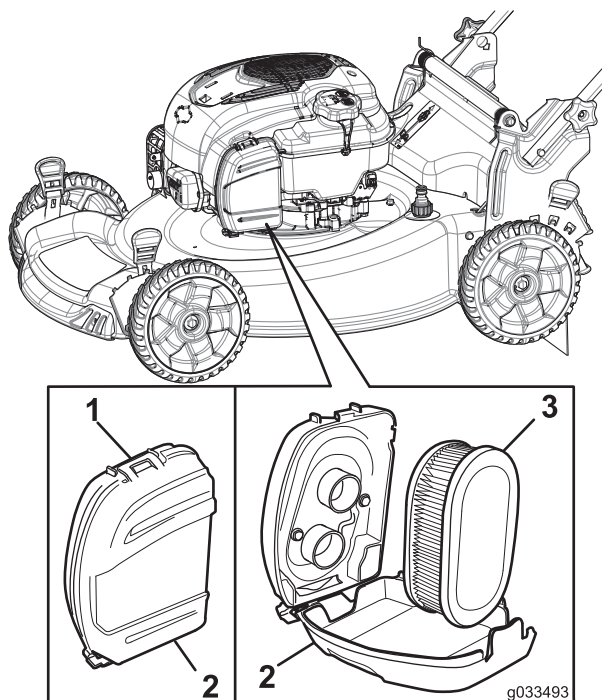

Figure 31
1. Déclipez le couvercle du filtre à air (Figure 31).
2. Déposez le filtre à air (Figure 31).